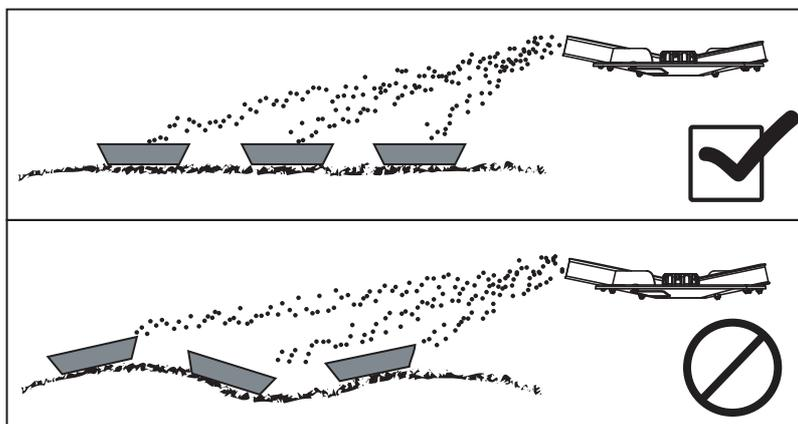

図 7.20: キャッチトレイの配置
- トレーを水平にセットします。トレーが傾斜していると、計測エラーを起こすことがあります（図 7.20）。